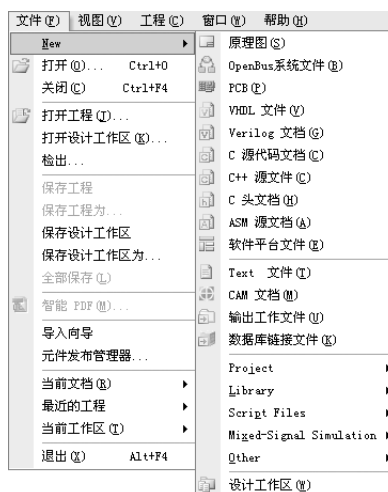

图 1-10 “文件”菜单
“文件”菜单主要用于文件的新建、打开和保存等，如图 1-10 所示。下面详细介绍“文件”菜单中的各命令及其功能。
1) “新建”命令：用于新建一个文件，其子菜单如图 1-10 所示。